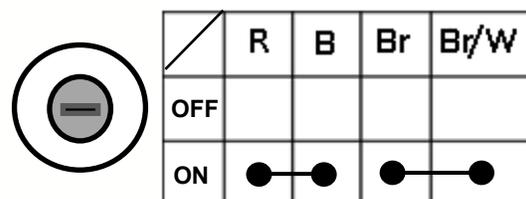

Fig.7.26
- Si la lectura no es correcta reemplace el Interruptor principal. Fig.7.26